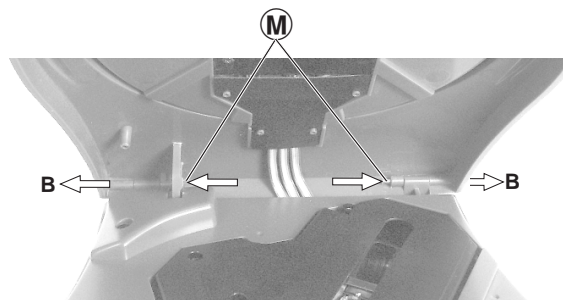

Fig. 8
- Beide Scharnierstifte **M** (Fig. 8) mit einem Schraubendreher in Pfeilrichtung **B** drücken und von außen mit einer Zange herausziehen.
- Press both hinge pins **M** (Fig. 8) in the direction of arrow **B** using a screwdriver and pull them out from outside with pliers.